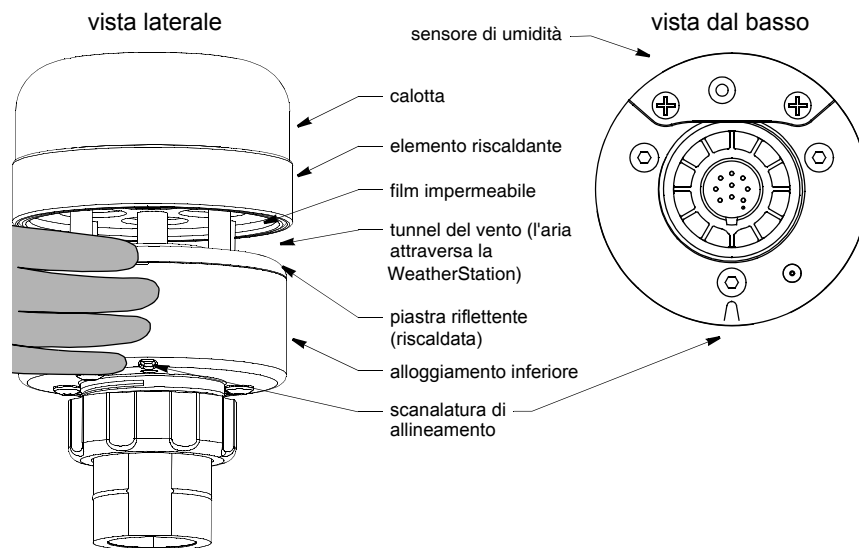

Figura 3. Strumento WeatherStation con elemento riscaldante
ATTENZIONE: La piastra riflettente e il film impermeabile posti nel tunnel del vento dello strumento WeatherStation sono essenziali per il suo funzionamento (vedi Figura 3). Prestate attenzione a non graffiare la piastra né a perforare il film né a danneggiare queste parti in qualsiasi modo.
4. Per ottenere una misurazione precisa della direzione del vento, assicuratevi di orientare correttamente la scanalatura di allineamento. Afferrate l'alloggiamento inferiore dello strumento WeatherStation sotto la piastra riflettente e mantenete-lo nella posizione corretta (vedi Figura 3).